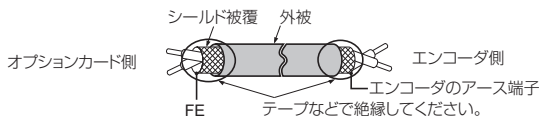

図 15 シールド線の末端処理
4. 図 15 を参考に電線の末端を処理してください。配線時の締め付けトルクについては、「電線サイズと締め付けトルク」(34 ページ) を参照してください。すべての電線が確実に固定されているか、電線の被覆が端子台の挿入部にかみ込んでいないかを確認してください。また、はみ出した心線はすべて切断してください。